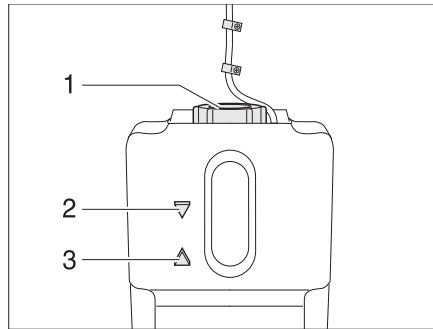

Bild 287 Ausgleichsbehälter Warmwasser-Heizung
- Prüfen, ob am Ausgleichsbehälter (Bild 287) die Flüssigkeit zwischen der Markierung "MIN" (Bild 287,3) und "MAX" (Bild 287,2) steht.
- Am Ausgleichsbehälter den Drehverschluss (Bild 287,1) aufdrehen.